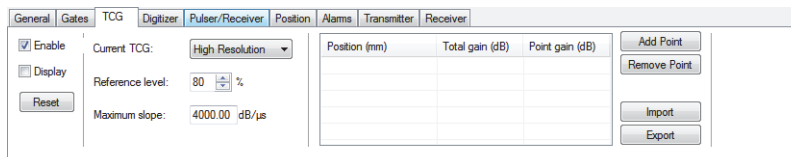

図 4-29 [UT Settings] ダイアログボックスの [TCG] タブ
- b) [UT Settings] ダイアログボックスで、[TCG] タブをクリックし、[Enable] チェックボックスをオンにします (131 ページの図 4-29)。